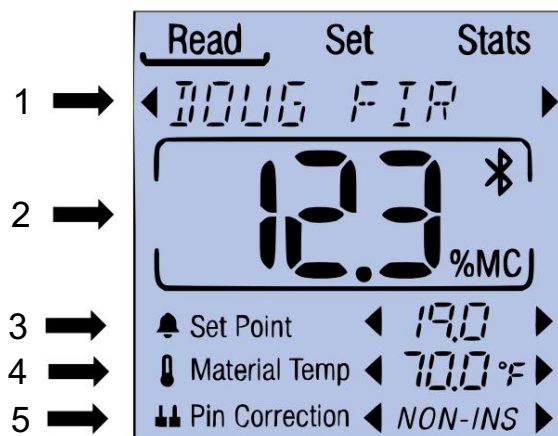

Figura 2: Componentes de la pantalla de lectura
Información: El área de lectura en vivo muestra el valor de humedad corregido del material. La lectura se corrige utilizando el tipo de material (1), Temperatura del material (4) y corrección de pines (5) (consulte la Figura 2 arriba).